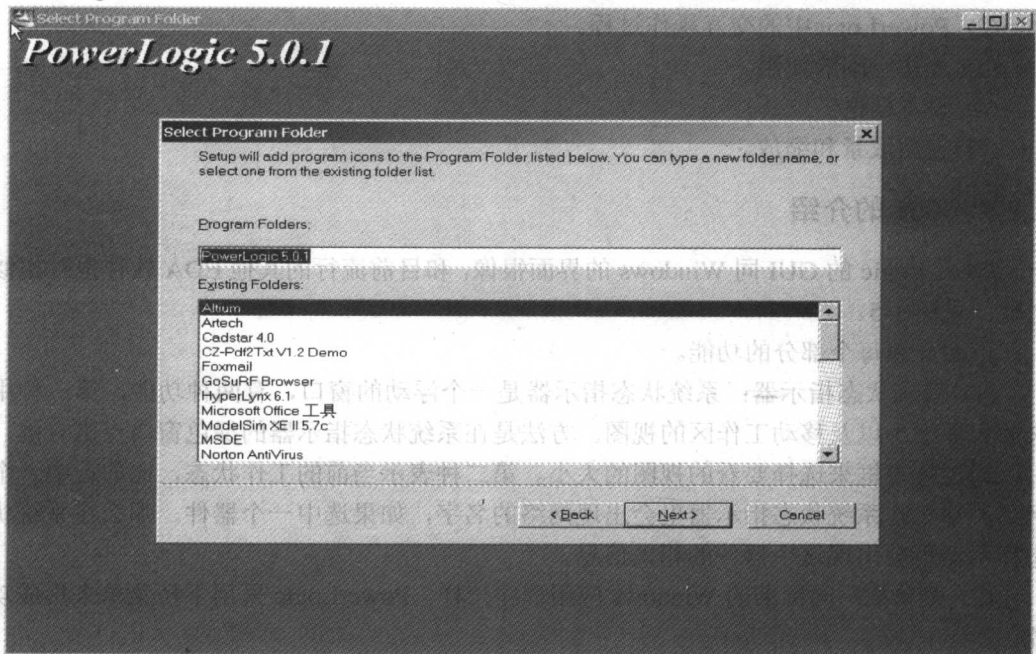

图 1-4 选择程序组的名称
(5) 系统弹出如图 1-4 所示的对话框，用于设置程序组的名称，在多版本的系统中 PowerLogic 5.0.1 的程序组名称只要不和以前的程序组名称重复就可以了。